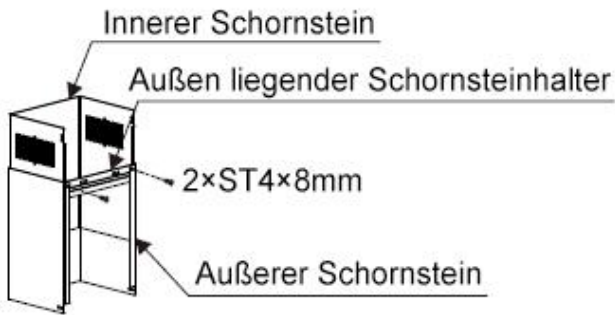

Bild 5
7. Montieren Sie die Schornsteinhalterung am Schornstein. Siehe Bild 5.